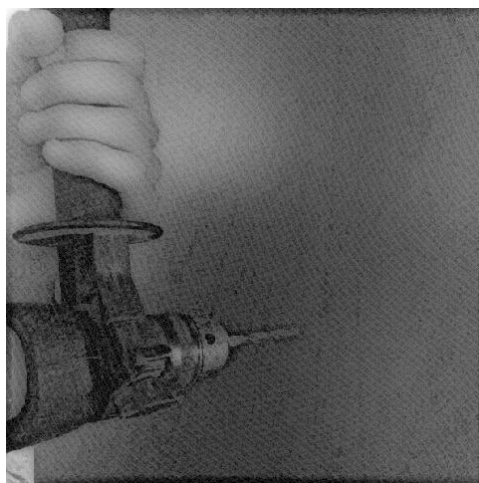

Figura 2.
PASO 2: Perforación (Figura 2).